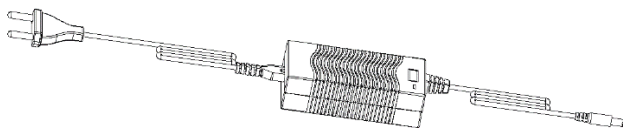

Рисунок 8. Вигляд зарядного пристрою.
2. Під'єднати зарядний пристрій (рис. 8) до мережі змінного струму 230 В, 50 Гц, на зарядному пристрої повинен засвітитися індикатор мережі зеленим світлом.